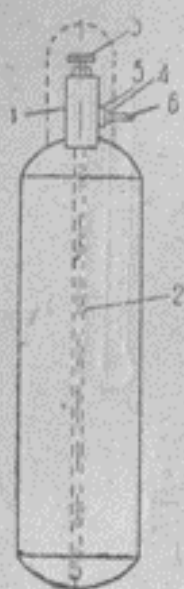

Рис. 11. Баллон.
**Баллоны.** Газообразные и парообразные вещества обычно хранятся в баллонах. Баллон представляет собою толсто-стенный стальной или железный цилиндр с дном (рис. 11).